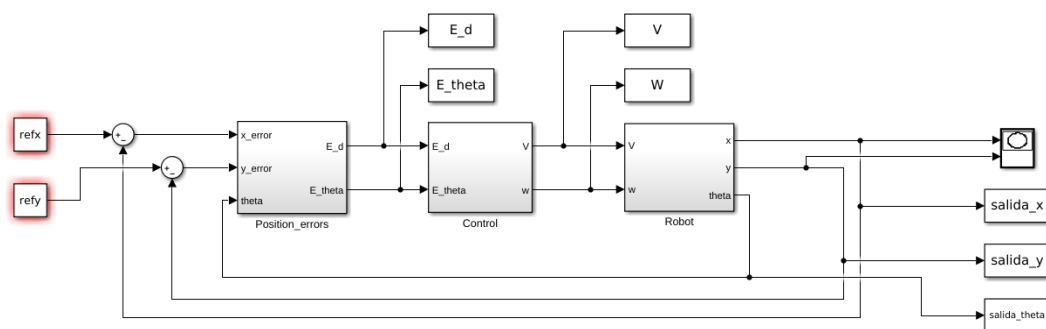

Figura 1. Esquema general de un control de posición.
La referencia de posición del robot, es decir la posición destino u objetivo del robot, se determina mediante las coordenadas  $x_r, y_r$  (bloques constantes  $refx$  y  $refy$  del esquema general de control de la Figura 1).
- c) Introduzca el bloque controlador en el esquema de Simulink de la Figura 1 y guarde el modelo con el nombre “PositionControl.slx”. Realice pruebas con posiciones refx y refy aleatorias para comprobar que el controlador se comporta adecuadamente. Para ello genere un script de Matlab que permita automatizar ese proceso y mostrar mediante la función plot la trayectoria seguida por el robot. Ejecute dicho script varias veces o introduzca un bucle en el código proporcionado.